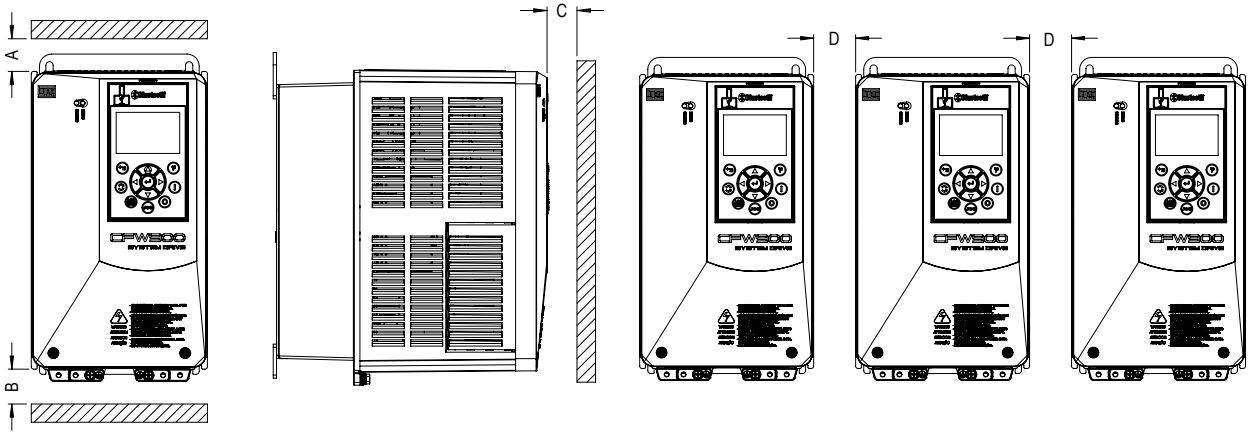

Figura 3.2: Espacios libres para ventilación
Para permitir la circulación del aire de refrigeración del convertidor es necesario dejar como mínimo los espacios libres especificados en la Figura 3.2 y Tabla 3.3.
- Cuando un convertidor sea instalado encima de otro, usar distancia mínima A + B, conforme la Figura 3.2, y desviar del convertidor superior el aire caliente proveniente del convertidor de abajo.